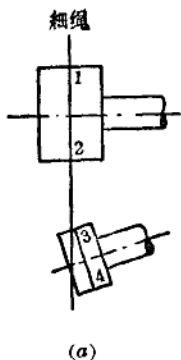

图 1-3 皮带传动的校正方法
1、2, 如果电动机皮带轮的宽度中心线 3、4 不与细绳重合, 如图 1-3(a) 所示, 说明没有校正好。移动电动机, 直到电动机皮带轮的宽度中心线 3、4 与细绳重合时, 就校正好了, 如图 1-3(b) 所示。